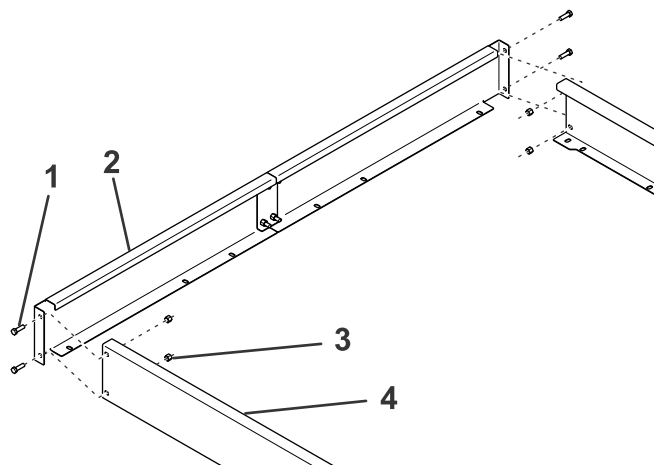

图 2
4. 用 4 个螺栓和螺母将一个延长端固定到 2 个侧板 **图 2**。